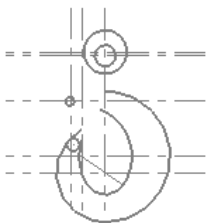
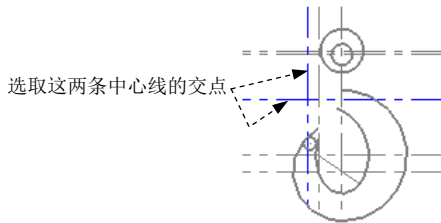

图 3.17.24 绘制圆
图 3.17.25 定义圆心位置
(4) 单击  按钮, 完成两个圆的绘制。
Step11. 绘制图 3.17.24 所示的圆。选择下拉菜单 **绘图(C)** → **圆弧(A)** → **已知圆心点画圆(C)...** 命令，系统弹出“编辑圆心点”工具栏；在绘图区选取图 3.17.25 所示的两条中心线的交点为圆心，然后在 文本框中输入值 10，按 Enter 键确认；单击 按钮，完成圆的绘制。